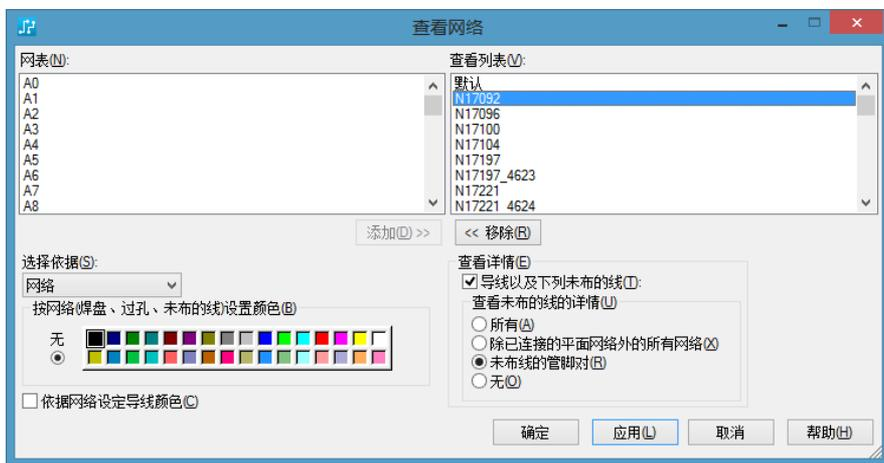

图 11-43 从“网表”列表框添加网络到“查看列表”列表框中
(2) 选择需要隐藏的网络后，单击“添加”按钮，将选择的网络添加到右侧的“查看列表”列表框中，如图 11-43 所示。